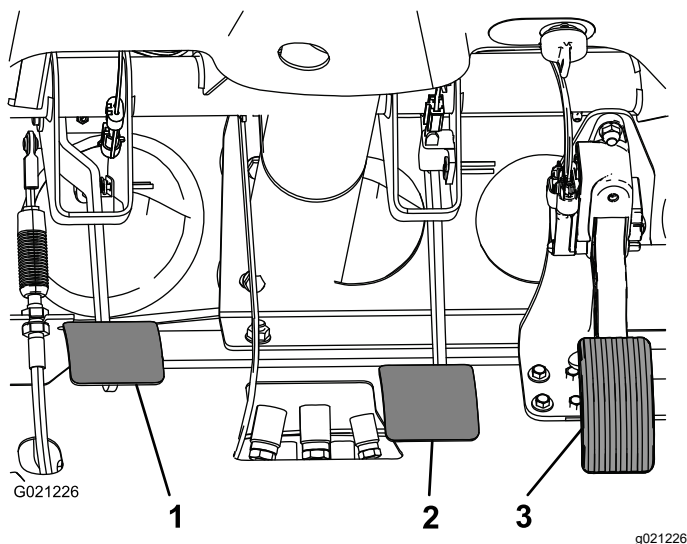

Figure 67
2. Soulevez la pédale de frein (Figure 67) jusqu'à ce qu'elle touche le cadre.
3. Desserrez les écrous de blocage qui fixent la chape à l'arbre du maître-cylindre (Figure 67).